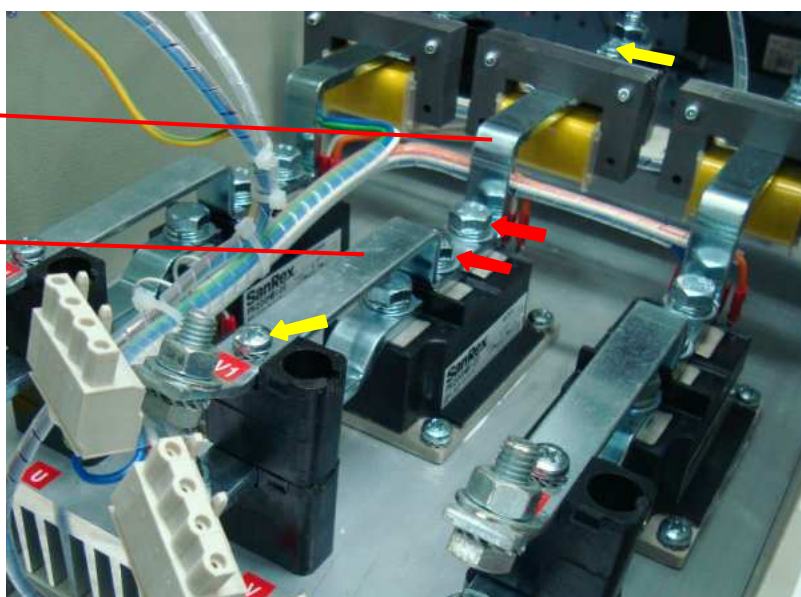

Рис. 7.7
7.1.11. Расположить в соответствии с рис. 7.7 силовую шину байпаса и входную силовую шину с установленным датчиком тока.
7.1.12. Вкрутить два болта крепления силовых шин к тиристорному модулю (рис. 7.7, красные стрелки) и два винта крепления силовых шин к изоляционным стойкам (рис. 7.7, желтые стрелки).